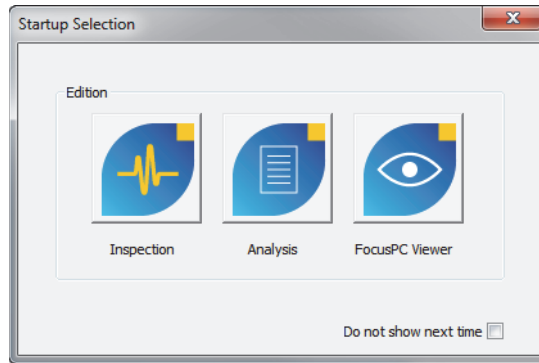

Figure 1-27 Boîte de dialogue Sélection de démarrage
5. Dans la boîte de dialogue **Sélection de démarrage** qui s'affiche (Figure 1-27 à la page 46), cliquez sur le bouton de la version que vous souhaitez lancer.